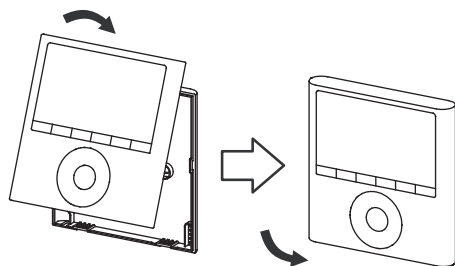

Fig 3-7
- Después de colocar y ajustar la parte frontal del control cableado; evite que se desconecte el cableado. (Fig.3-7)